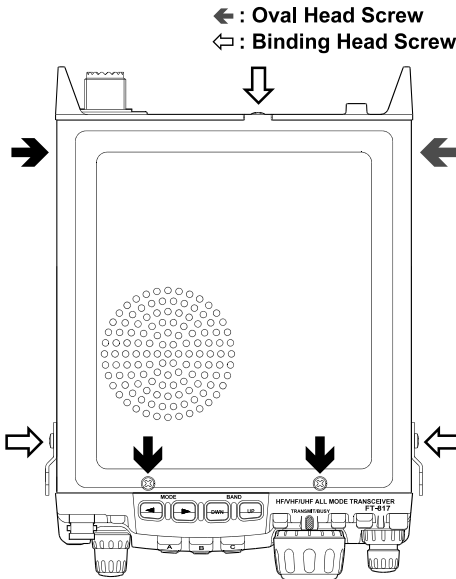

Figura 1
2. Tomando como referencia la Figura 1, retire el soporte de la correa para los hombros y los dos tornillos de ambos lados del transceptor, suelte posteriormente los cinco tornillos que sujetan la caja superior y saque dicha pieza; finalmente, quite el conector del parlante una vez que haya removido la caja superior del radio.
2. Tomando como referencia la Figura 1, retire el soporte de la correa para los hombros y los dos tornillos de ambos lados del transceptor, suelte posteriormente los cinco tornillos que sujetan la caja superior y saque dicha pieza; y por último, quite el conector del parlante una vez que haya removido la caja superior del radio.